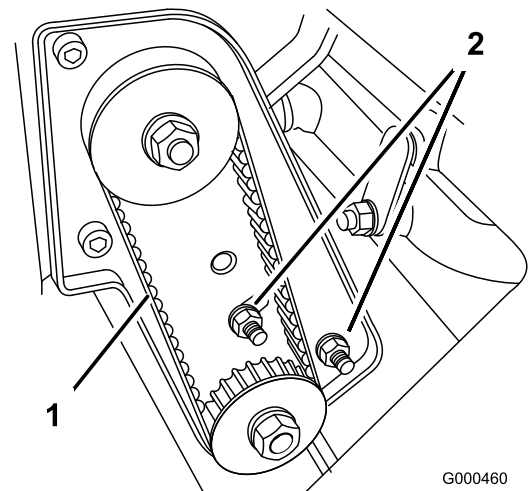

Figure 39
- A. Desserrez les écrous de montage du logement de roulement (Figure 39).
- C. Tout en maintenant le réglage de la clé dynamométrique, serrez les écrous de fixation du logement de roulement (Figure 39). Ne tendez pas la courroie excessivement.